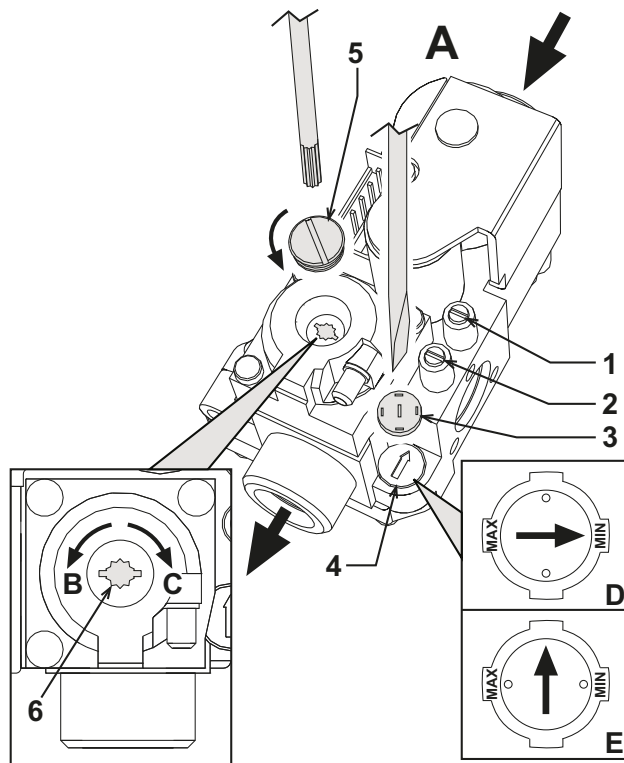

рис. 17 - Регулирование давления
На котле PEGASUS D можно регулировать тепловую производительность топки и, следовательно, тепловую мощность, передаваемую воде системы отопления; это делается исключительно путем регулировки основной горелки с помощью газового вентиля (см. рис. 17). На графиках, приведенных в параграфе сар. 5.2, показано изменение передаваемой воде тепловой мощности в зависимости от изменения рабочего давления горелки. Возможность приведения мощности котла в соответствие с реальными потребностями отопления означает, прежде всего, снижение потерь и экономию топлива. Кроме того, при регулировке мощности, регламентированной также стандартом, котлы сохраняют значения КПД и характеристики сгорания почти без изменений.
1. С помощью небольшой отвертки снимите защитный колпак 5 вторичного привода газового вентиля рис. 17.
2. Подключите манометр к клемме давления 2 (рис. 17), расположенного после газового вентиля, затем переведите ручку термостата котла на максимум.
3. Регулируйте давление с помощью винта 6 (рис. 17) на желаемое значение, руководствуясь диаграммами, приведенными в параграфе сар. 5.2.
2. Снимите с газового вентиля маленький защитный колпак 3 (рис. 17). С помощью маленькой отвертки регулируйте "СТУПЕНЬ" розжига на основании выбранного для работы газа (G20-G25 положение D рис. 17 или G30-G31 положение E рис. 17); установите на место защитный колпачок.
- Спустите воздух из газопроводных труб через штуцер отбора давления 1 газового вентиля (рис. 17).